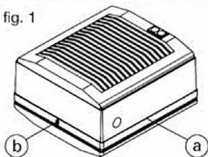

fig. 3
- Fig. 3.- Dévisser les 3 écrous (d) de fixation de la grille extérieure (e) et la dissocier de la platine (f).